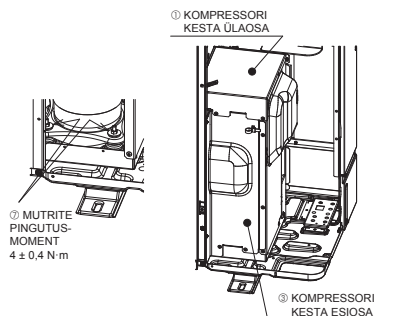

Fig. 4-2
- Pärast KOMPRESSORI fikseeritud osade eemaldamist pingutage kindlasti mutreid ning pange KOMPRESSORI KESTA ÜLAOSA ja KOMPRESSORI KESTA ESIOOSA tagasi. (Fig. 4-2)